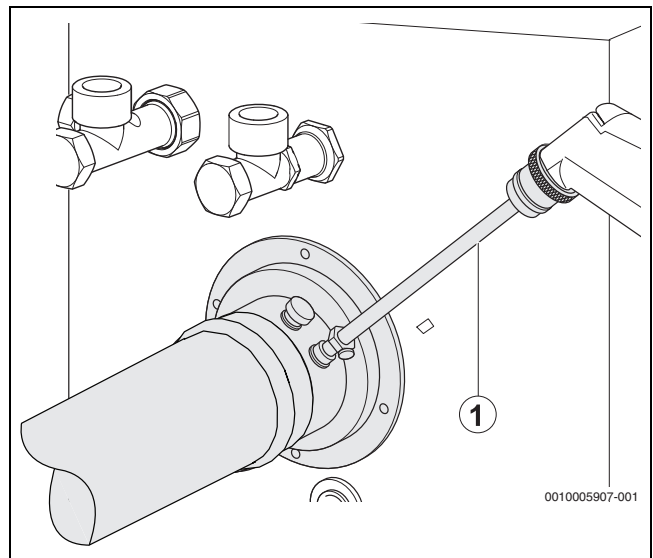

Bild 62 Messwerte aufnehmen
- ▶ Messfühler durch die Messöffnung (→ Bild 62, Seite 32) im Abgasrohr in den Kernstrom halten und CO₂-Gehalt kontrollieren.